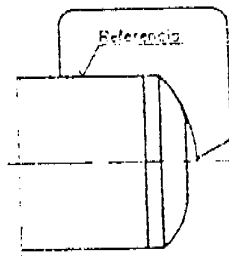

Figura 9
- f. Verifique con la plantilla ( Figura 9 ).